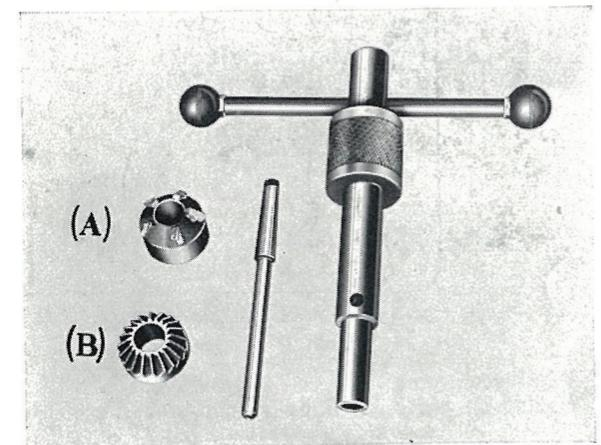

FIG. 7
Pour cette raison, on ne saurait trop recommander l'emploi de l'outil de service FT 316 (fig. 7) équipé d'un pilote et de deux fraises appropriées. La fraise spéciale (A) est destinée à ôter la calamine durcie par le martellement des soupapes sur les portées; la fraise (B) doit être employée avec modération afin d'enlever le strict minimum de métal, elle assure un angle de portée de 90°.